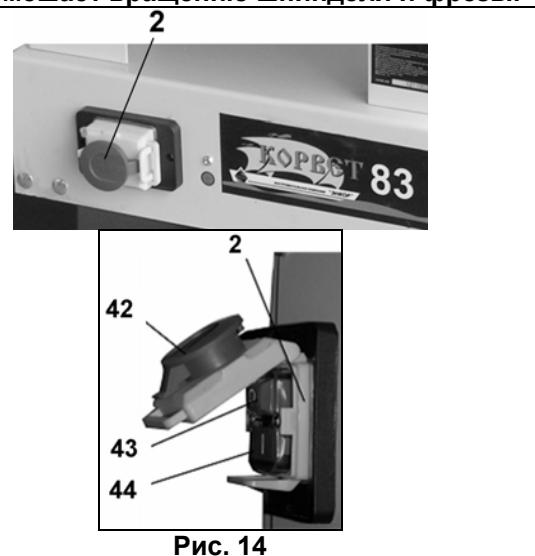

Рис. 14
10.2.2. Магнитный пускатель (2) расположен на лицевой панели фрезерного станка, Рис.14..
10.2.3. Нажмите и сдвиньте по стрелке красную крышку (42) магнитного пускателя (2), Рис.14.
10.2.4. Включение станка производится нажатием на зелёную кнопку (44). Скорость шпинделя постепенно повысится до максимальных оборотов, Рис. 14.